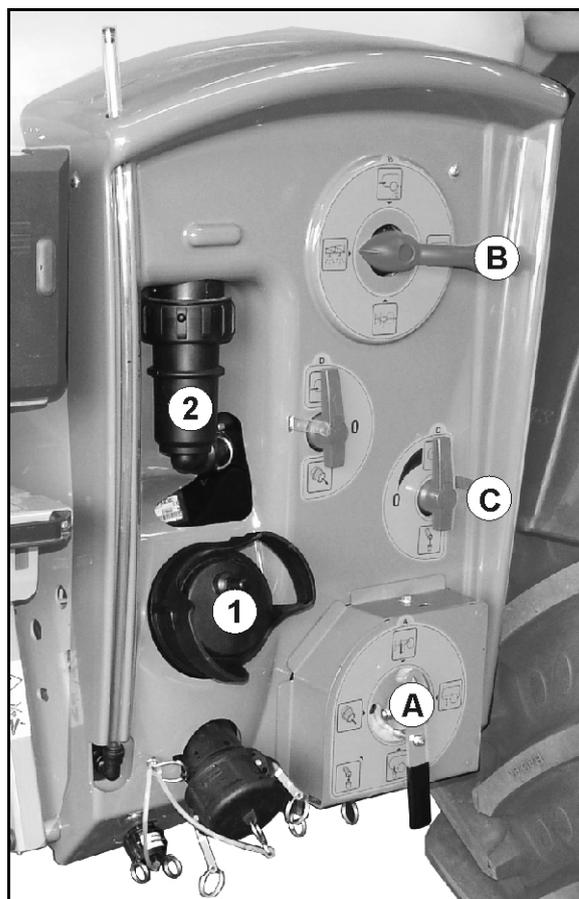

Рис. 156
- 5.2 Отвинтите шланг мешалки (Рис. 156/4) (начиная от крана **C**) от бака для раствора.
6. Отвинтите подводящий шланг (Рис. 156/1) от регулировочного шланга. Подводящий шланг соединяет переключающий кран VARIO на стороне нагнетания (Рис. 155/**B**) с блоком всасывания.
7. Отверните обратный шланг (Рис. 156/2) секционной арматуры от переключающего крана VARIO на стороне всасывания (Рис. 155/**A**).
9. Снимите шланг внутренней очистки (Рис. 156/3) с переключающего крана VARIO на стороне нагнетания (Рис. 155/**B**).
11. Снимите также шланг наружной очистки, если нет устройства внешней очистки (Рис. 156/5).